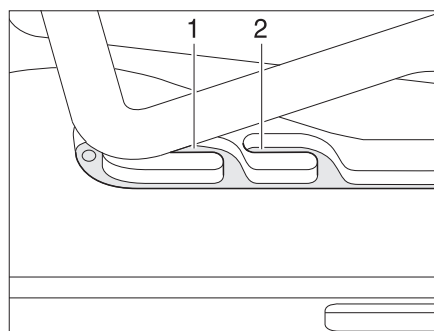
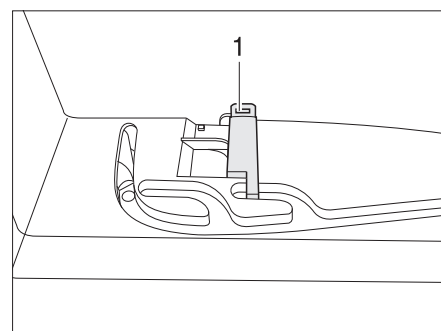

Fig. 46 Claraboya Heki en posición de ventilación
Fig. 47 Bloqueo de la posición de ventilación
La claraboya Heki se puede colocar en dos posiciones de ventilación: Posición de mal tiempo (Fig. 46,1) y posición mediana (Fig. 46,2). Según el modelo, la claraboya podrá ser bloqueada en la posición mediana con el pestillo (Fig. 47,1).
- Presionar el estribo ligeramente hacia arriba y empujarlo en la guía seleccionada (Fig. 46,1 ó 2) y, si fuera necesario, bloquearlo.